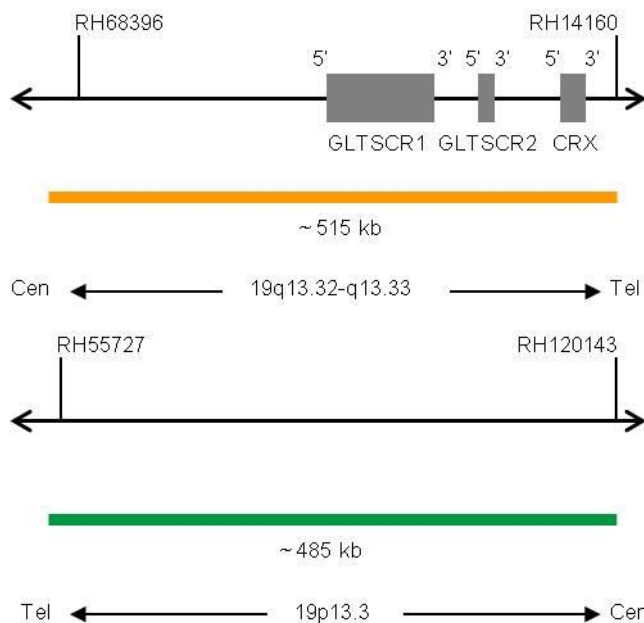

Fig. 1: In Alto: Mappa della sonda 19q13; In basso: Mappa della sonda 19p13 (non in scala)
- Polinucleotidi (~4.5 ng/ μ l) marcati con ZyOrange (eccitazione 547 nm/emissione 572 nm), le cui sequenze target mappano in 19q13.32-q13.33* (chr19:47,857,776-48,374,564) (vedere Fig. 1).
- Polinucleotidi (~10.0 ng/ μ l) marcati con ZyGreen (eccitazione 503 nm/emissione 528 nm), le cui sequenze target mappano in 19p13.3* (chr19:658,555-1,144,465) (vedere Fig. 1).